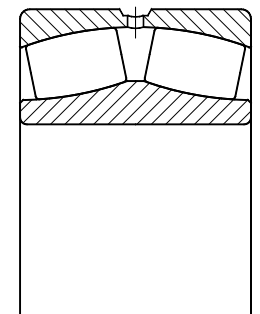

Abb. 2.10
**Pendelrollenlager** (Abb. 2.10) sind zweireihige Lager mit einer hohlkugeligen Laufbahn im Außenring. Die tonnenförmigen Rollen (Tonnenrollen) ermöglichen eine Selbsteinstellung des Lagers. Pendelrollenlager sind somit winkeleinstellbar und gleichen Fluchtungsfehler oder Wellendurchbiegungen sehr gut aus.